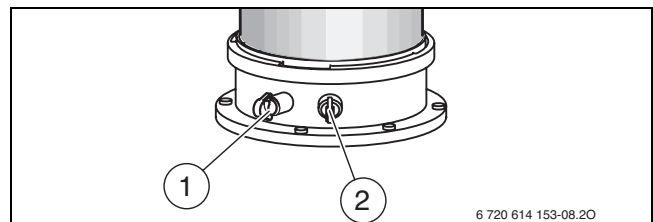

Fig. 40
- ▶ Retirer le bouchon sur la prise de mesure de l'air de combustion [2] (→ figure 40).
- ▶ Retirer le bouchon au niveau de la buse de mesure des fumées [1] (→ fig. 40).